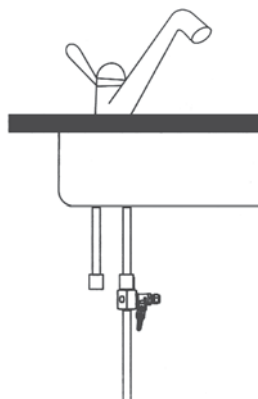

Рис. 5
2.4. Установите узел в сборе в разрыв гибкой подводки смесителя, как показано на **рис. 5**. Используйте гаечный или разводной ключ.